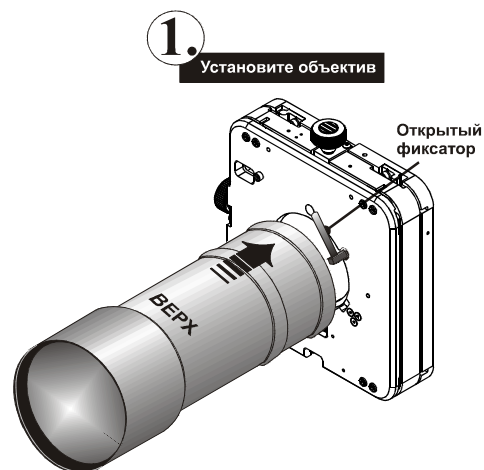

Рис. 2-7 Откройте фиксатор и вставьте объектив
2. Поверните фиксатор объектива в ОТКРЫТОЕ положение. См. **Рис. 2-7**.